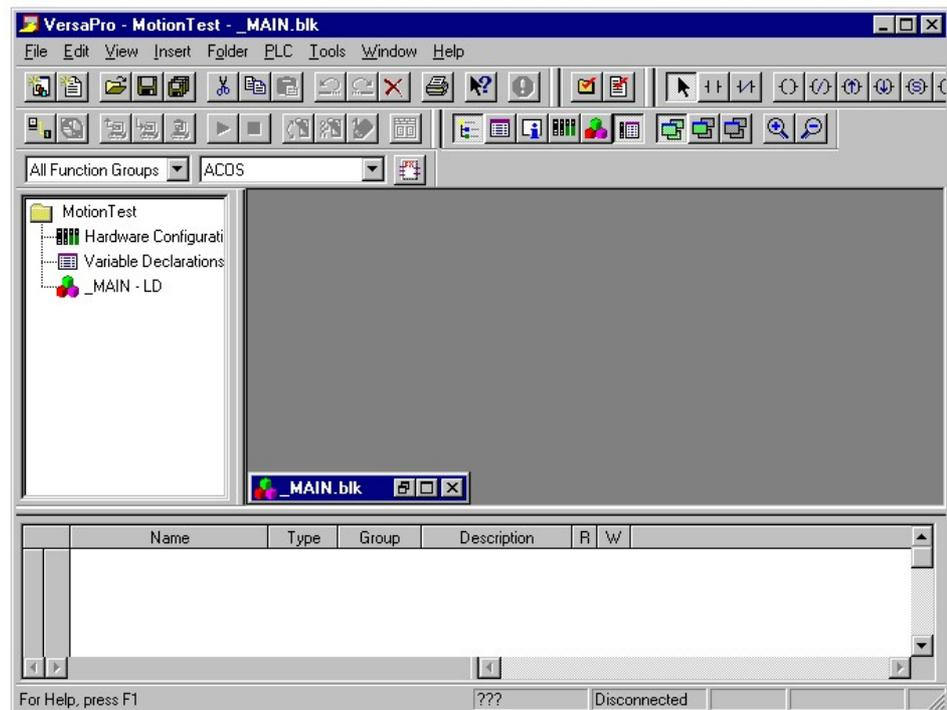

Рис. 2-20. Главное Окно Новой Папки VersaPro
- С. Щелкните кнопку Finish (Завершить), чтобы создать новую папку. Результирующее окно VersaPro показано на рис. 2-20.